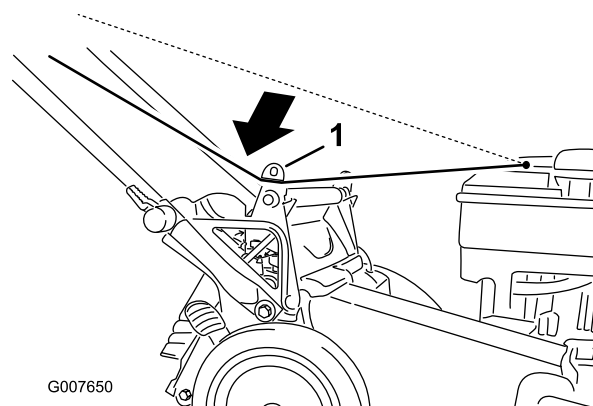

Рисунок 22
1. Проложите трос стартера вокруг нижней направляющей троса (Рисунок 22).